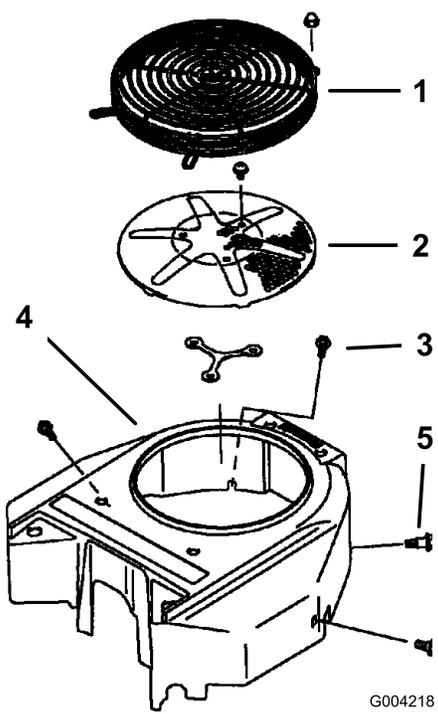

Figure 78
3. Retirez la grille d'entrée d'air, le lanceur et le carter du ventilateur (Figure 78).
5. Reposez la grille d'entrée d'air, le lanceur et le carter du ventilateur (Figure 78).